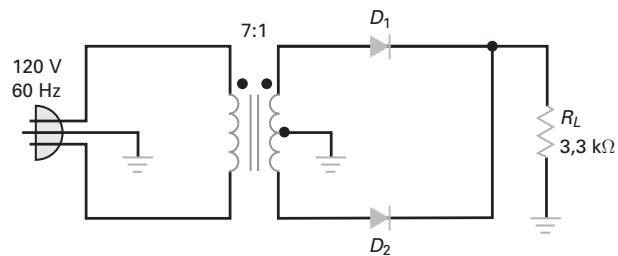

Figura 4-38
- 4-10** **MultiSim** Qual é a tensão de pico na saída na Figura 4-38 se o diodo for ideal? E a tensão média? E o valor CC? Faça um esboço da forma de onda na saída.